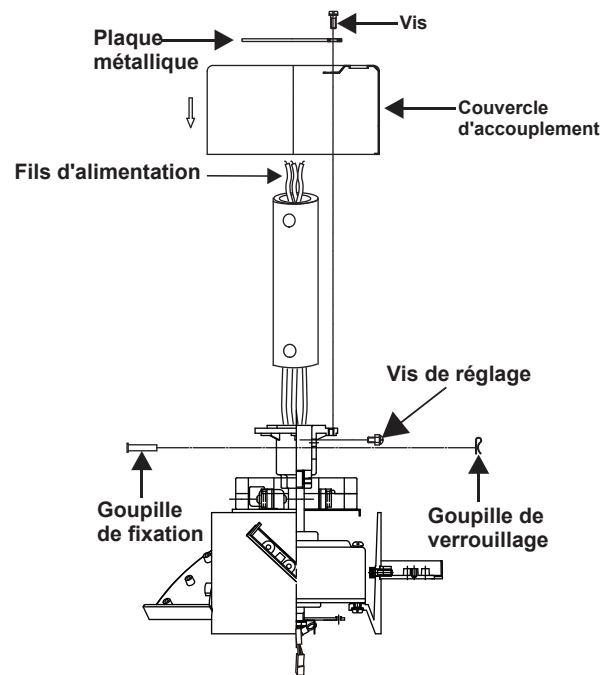

Figure 8
5. Desserrez les deux vis de réglage et retirez la goupille de fixation et la goupille de verrouillage de l'arbre central/accouplement supérieur de l'assemblage du moteur. Cela permettra à la tige de suspension d'entrer dans l'arbre central. (Fig. 8)
6. Faites passer avec précaution les fils du ventilateur à travers la tige de suspension et tirez-les. Vissez la tige de suspension dans l'arbre central et serrez avec la goupille de verrouillage et la goupille de fixation préalablement retirées, resserrez les vis de réglage contre la tige de suspension. (Fig. 8)
7. Remplacez la plaque métallique et le couvercle d'accouplement sur le moteur du ventilateur en utilisant les vis retirées précédemment. (Fig. 8)